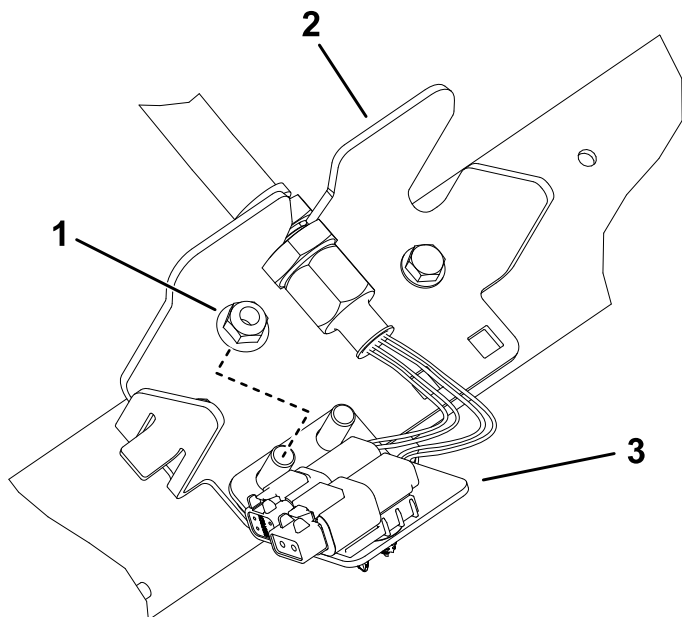

图 17
6. 对剩余 4 个隔板位置重复相关步骤如 图 14 至 图 17 所示。